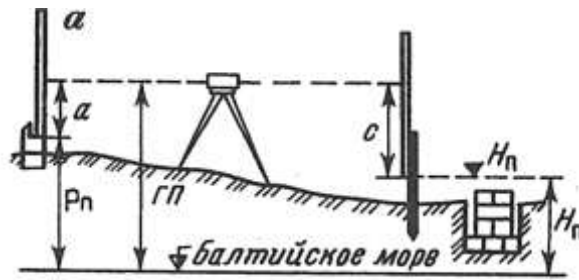

Рис. 2. Схема разбивки и контрольных высот фундамента
5. Выставьте проектную высоту верха фундамента на обноске (рис. 2), если высота репера  $P_n = 90,037$ , отсчет по рейке  $a = 0973$ , проектная высота фундамента  $H_n = 88,972$ .